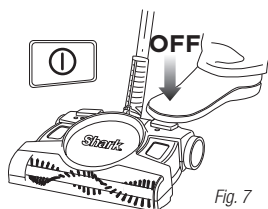

Fig. 7
- 1 Verifique siempre que la unidad esté apagada. (fig. 7)